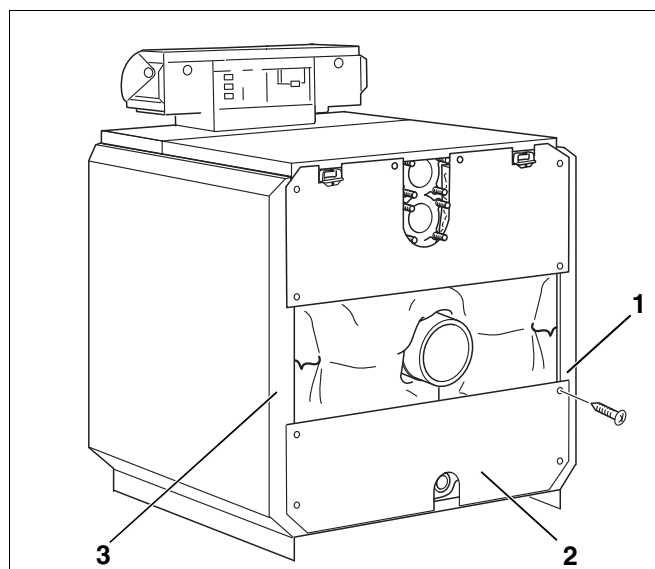

Fig. 40 Montage – nedre kjelbakvegg
- Skru kjelens nedre bakvegg (fig. 40, **pos. 2**) fast til sideveggene (fig. 40, **pos. 1 og 3**) med innsnittet for påfyllings- og tappestussen liggende nede.